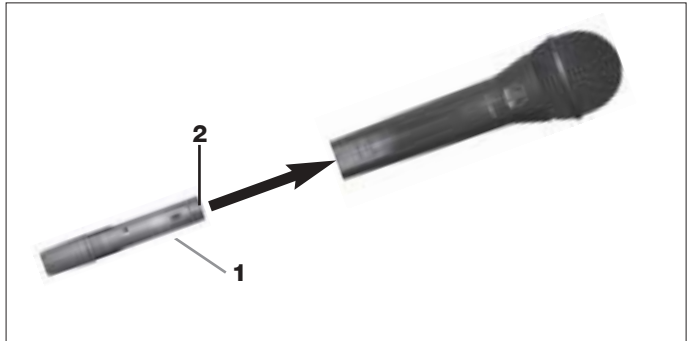

Fig. 6: Colocar o módulo de emissor
- Veja fig. 6.
2. Segure o módulo de emissor (1) de maneira que os contatos (2) apontem para o microfone.
3. Insira o módulo de emissor (1) na haste do microfone, até o módulo de emissor (1) engrenar com um clique. O módulo de emissor trava-se automaticamente, os contatos elétricos ao microfone são criados automaticamente.